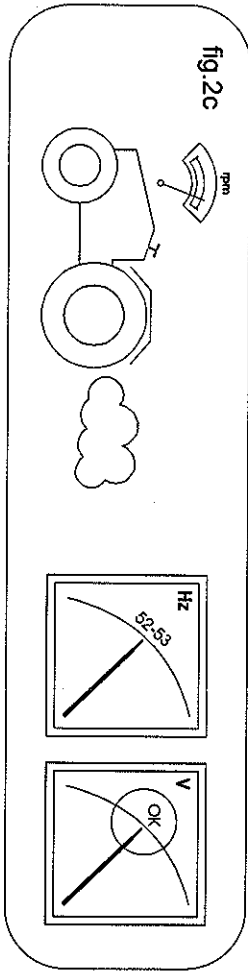

fig.2c
- 4) Aumentare gradualmente il numero di giri fino a che il frequenzimetro indichi 52,53Hz, e verificare che la tensione a vuoto sia corretta (fig.2c)
- 4) Erhöhen Sie schrittweise die Drehzahl, bis der Frequenzmesser 52,53Hz anzeigt, und vergewissern Sie sich, dass die Leerlaufspannung korrekt ist (Abb. 2c).
- 4) Gradually increase rpm until the frequencymeter reaches 52,53Hz and check that in this condition the measured no-load voltage is correct. (fig.2c)
- 4) Augmenter graduellement le nombre de tours, jusqu'à ce que le fréquencemètre indique 52,53Hz, et vérifier que la tension à vide mesurée par le voltmètre est correcte (fig.2c)
- 4) Aumentar paulatinamente el número de revoluciones, hasta que el frecuentímetro indique 52,53Hz, y comprobar que la tensión eléctrica en vacío medida por el voltímetro sea correcta (fig.2c).